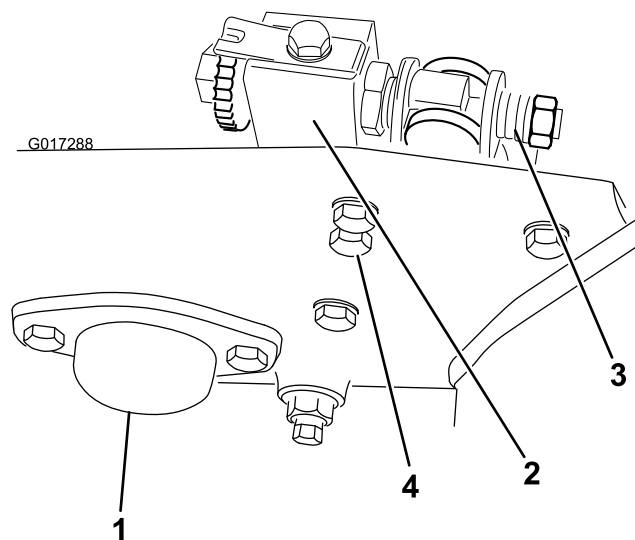

Figura 3
5. Togliete le due viti a testa cilindrica e i dadi di bloccaggio che fissano il tappo terminale alla sede del cuscinetto del cilindro sinistro e alla piastra laterale della macchina. Rimuovete e conservate il tappo terminale e le viti di montaggio da utilizzare in caso di rimozione del groomer (Figura 3).
6. Allentate le viti di tensione della molla sui dispositivi di regolazione della barra di appoggio a destra e sinistra (Figura 3) utilizzando una chiave da 7/8 poll. Allentate le viti finché le rondelle di spinta non saranno più in tensione contro la barra di appoggio.
7. Rimuovete le 2 viti a testa cilindrica e le rondelle che fissano il telaio del dispositivo di regolazione della barra di appoggio sinistra alla piastra laterale (Figura 3).